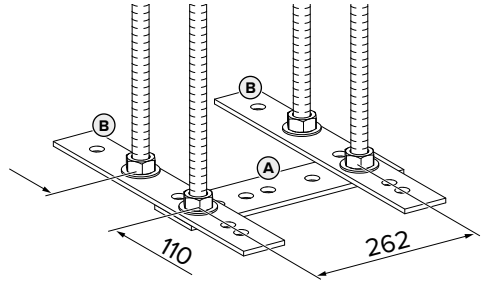
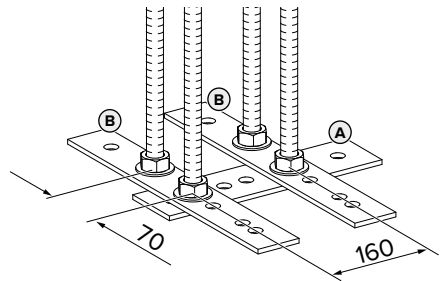

Fig. 1: Dimensiones [mm]
Fig. 2: Dimensiones [mm]
- Inserte las barras roscadas teniendo en cuenta las dimensiones en Fig. 1 y Fig. 2 en los aceros planos. Al hacerlo procure que el acero plano (A) y los aceros planos (B) estén dispuestos en ángulo recto (90°).